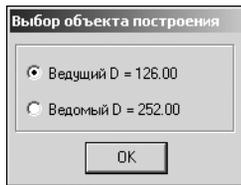

Рис. 4.63.
- 4. После выполнения расчетов откроется окно, в котором необходимо выбрать для дальнейшей работы один из шкивов (рис. 4.63).
- ▼ выберите объект построения в открывшемся окне (см. рис. 4.63).